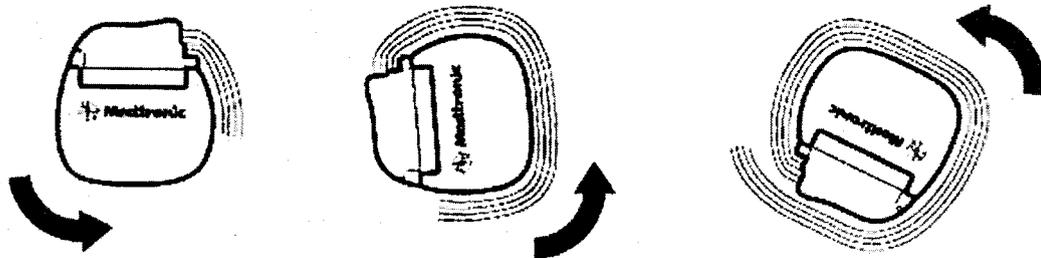

Figura 3. Gire en sentido contrario al de las agujas del reloj para enrollar la parte sobrante del electrodo o extensión.
1. Con el logotipo de Medtronic orientado hacia fuera, alejado del tejido muscular, gire el neuroestimulador en sentido contrario al de las agujas del reloj para enrollar la parte sobrante del electrodo o extensión (Figura 3).